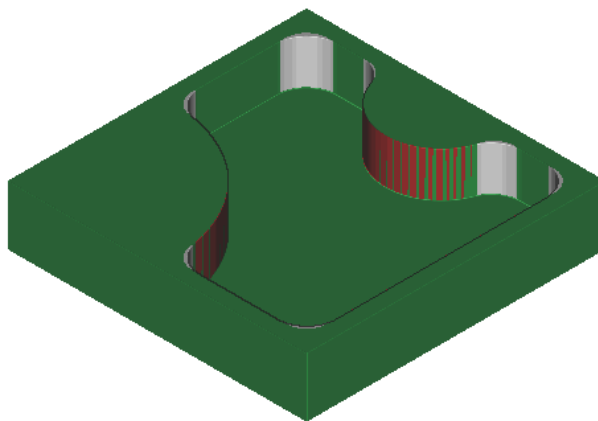

图 8-56
- 单击  验证刀轨，单击比较，显示如图 8-56 所示的加工结果：侧壁拐角处仍有余量，需进一步加工，单击 OK 继续。